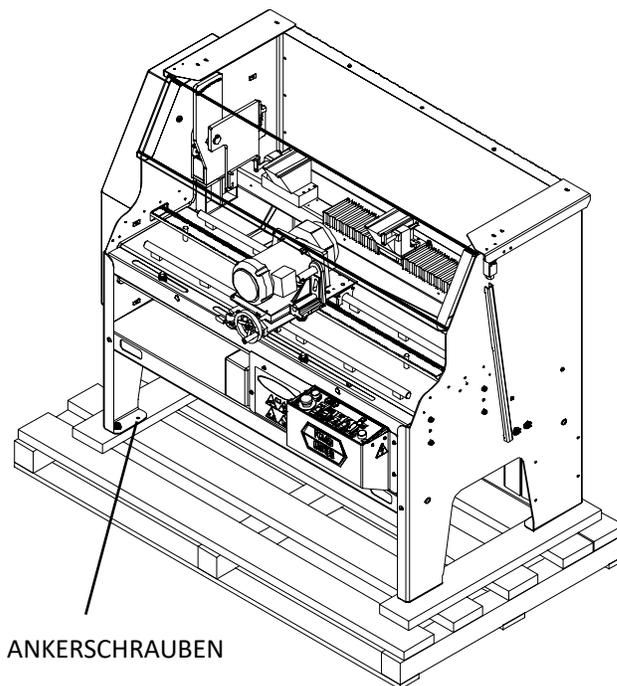

ABB. 1
1. Schrauben Sie die Standbeine der Schleifmaschine von der unteren Palette ab. (An jedem Standbein befinden sich 2 Ankerschrauben. Siehe ABB. 1.)